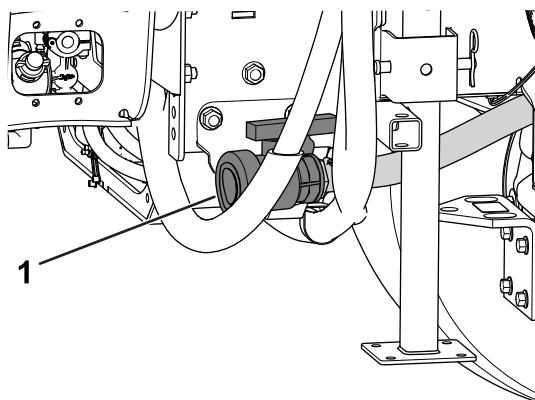

図 93
2. タンクのドレンバルブは車両の右側にある **図 93**。